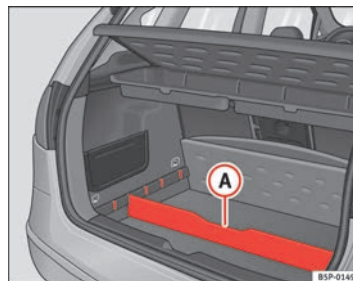

Abb. 107 Trennelement des Gepäckraumbodens
- Das Trennelement **A** ⇒ Abb. 107 je nach Größe der zu transportierenden Gegenstände in die seitlichen Schlitzes einsetzen. Unter dem Fach befinden sich das Bordwerkzeug und das Reserverad.